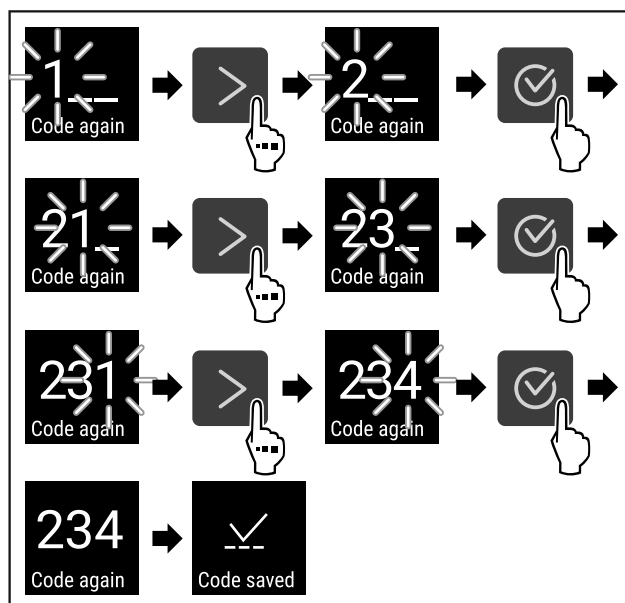

Fig. 74
- ▶ Stappen (zie Fig. 74) uitvoeren.